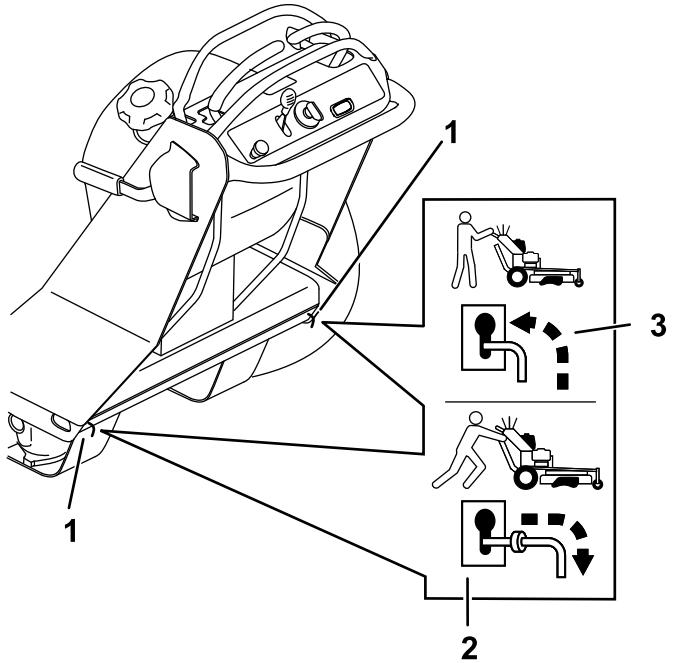

図 65
7. エンジンを停止し、バイパスレバーを前下方に向かって動かしてロックする図 65。
4. 両方のバイパスレバーをキー穴に沿って手前に引き、更に下に動かしてロックする図 65。